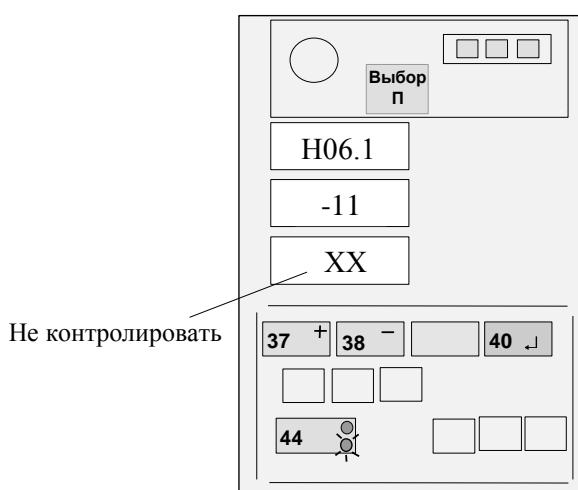

Рисунок 18 - Ввод температурного коэффициента
Если значение температурного коэффициента, указанное на жгуте ПрУ, отличается от значения, выдаваемого на средний ИЖЦ, нажатием кнопки 44 установить на верхнем ИЖЦ код "H06.1", а затем, нажимая кнопки "+" (37) и "-" (38), установить на среднем ИЖЦ значение коэффициента для ПрУ (см. рисунок 18 для коэффициента M11), причем знак плюс на индикаторе не отображается, а знак минус отображается символом " - ".